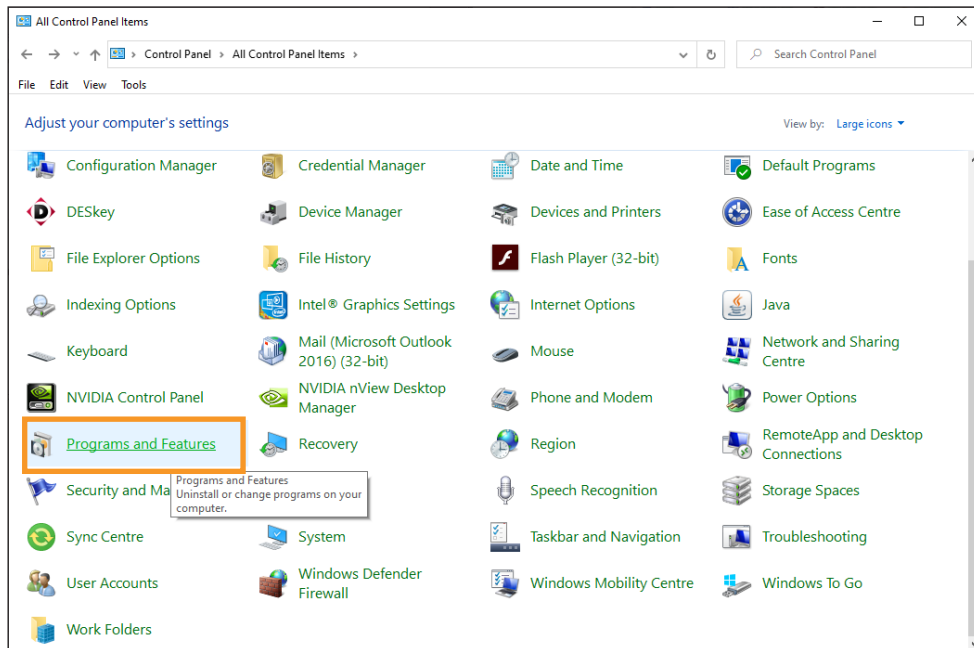

Abbildung 26 Windows Systemsteuerung – Programs and Features (Programme und Funktionen bzw. Programme und Features bei späteren Windows-Versionen)
2. Gehen Sie zur Windows Systemsteuerung und wählen Sie **Programs and Features** (Programme und Funktionen bzw. Programme und Features in späteren Windows-Versionen) (siehe Abbildung 26).